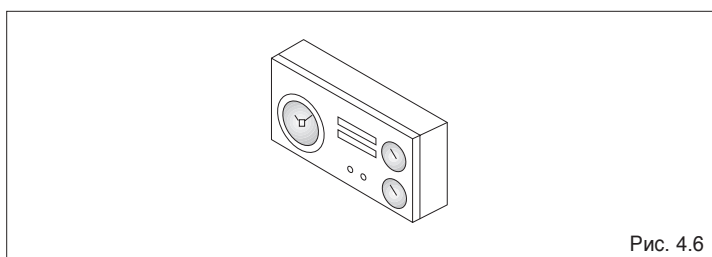

Рис. 4.6
- При изменении настроек термостата температуры в помещении (если он установлен) (Рис. 4.6).